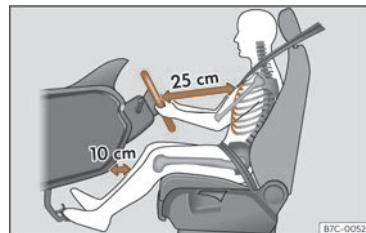

Fig. 17 Distanța corectă dintre șofer și volan trebuie să fie de cel puțin 25 cm (10 inchi).
- Reglați volanul astfel încât să existe o distanță de cel puțin 25 cm (10 inchii) față de stern >>> fig. 17 și să îl puteți ține cu ambele mâini de părțile laterale exterioare, cu brațele ușor flexate.